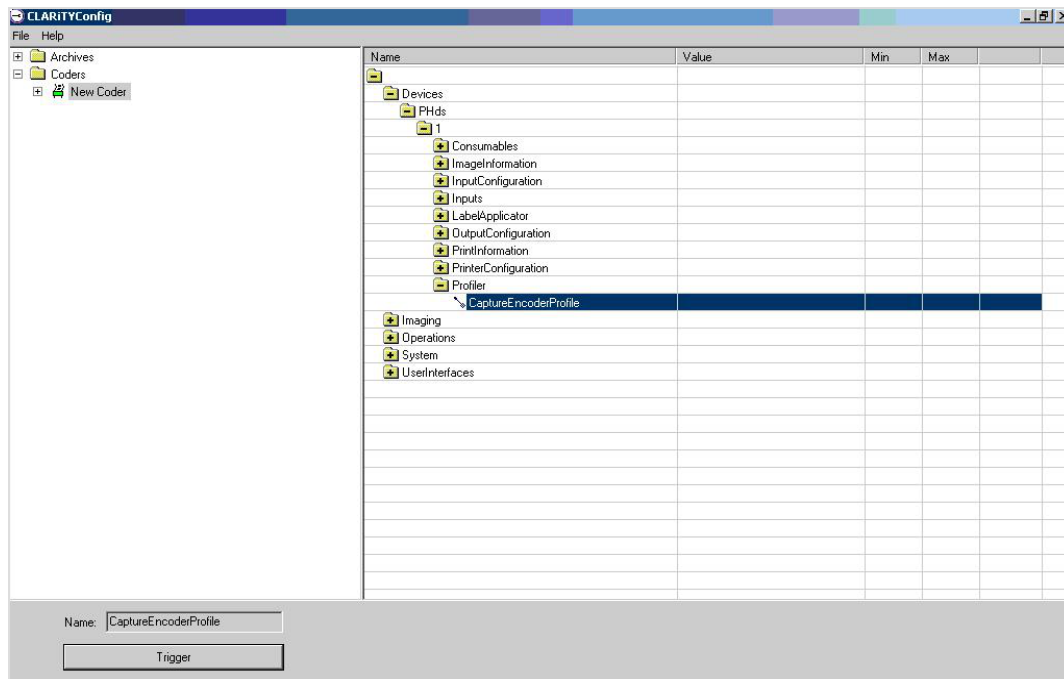

Рисунок 5-18: Профили синхронизации - Настройка CLARiTY
1. Нажмите на изображение нового синхронизации и выберите среди устройств Захватить профиль синхронизации из списка, как показано на Рисунок 5-18.